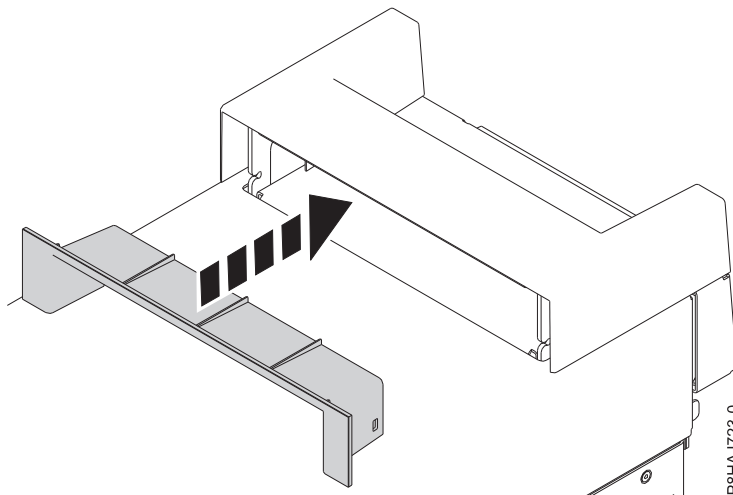

Abbildung 26. Element innerhalb der Griffabdeckung bei einem eigenständigen System vom Typ 8286-41A einsetzen
2. Setzen Sie das Element innerhalb der Griffabdeckung ein, indem Sie es fest in die Griffabdeckung drücken (siehe Abb. 26).